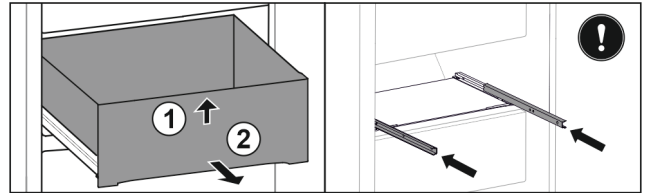

Fig. 98
- ▶ Soulever la partie avant du tiroir. Fig. 98 (1)
- ▶ Retirer le tiroir par l'avant. Fig. 98 (2)